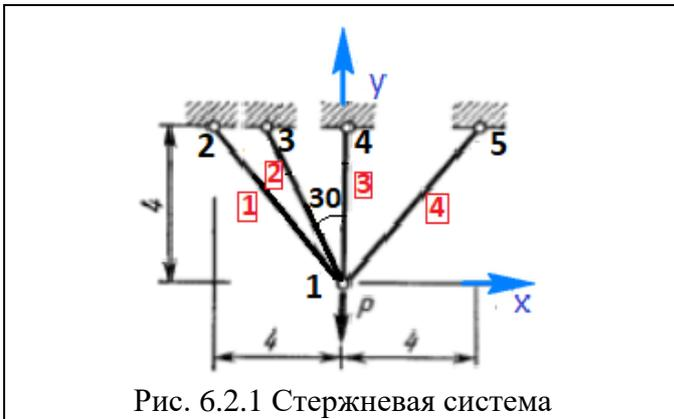

Рис. 6.2.1 Стержневая система
**Пример 6.2.1** (РГР №1) Определить предельные нагрузки для стержневой системы (рис.6.2.1), работающей в упругопластической стадии. Материал системы подчиняется диаграмме Прандтля (рис.6.2.2).